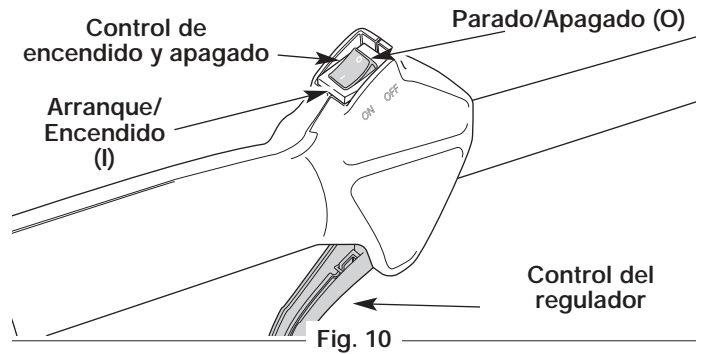

Fig. 10
3. Coloque el control de encendido y apagado en posición de **ENCENDIDO (I)** (Fig. 10).
2. Coloque el control de encendido y apagado en posición de **APAGADO (O)** (Fig. 10).